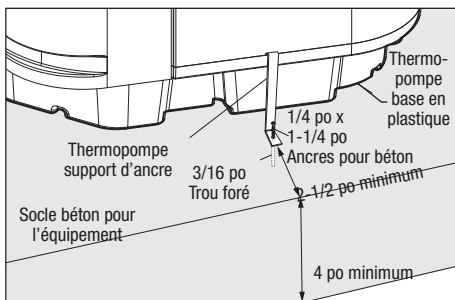

Figure 3. Installation de la bride d'ancrage
3. Placer le crochet de chaque bride sur la lèvre du panneau de base de la thermopompe. Le crochet doit s'insérer entre le rebord du panneau de base et la protection du serpent de l'évaporateur (voir *Figure 3*).
7. Positionner les brides d'ancrage de sorte que les trous des brides soient au-dessus des boulons d'ancrage. S'assurer que les crochets de serrage sont au-dessus de la lèvre de la base de la thermopompe (voir *Figure 3*).